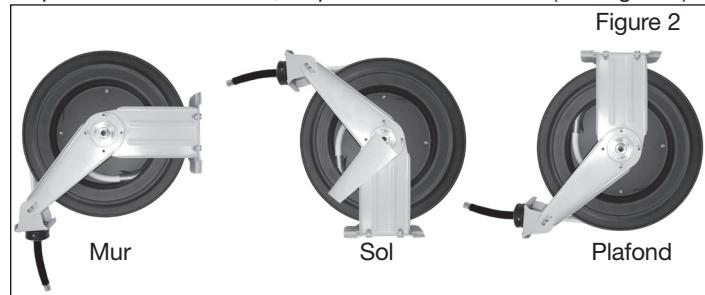

Figure 2
- Choisissez un emplacement de fixation ne présentant aucun câble électrique ou autre obstacle, et suffisamment robuste pour supporter le poids de l'enrouleur et du tuyau, ainsi que la force exercée lorsqu'il est étendu et rétracté. L'enrouleur de tuyaux peut être fixé sur le sol, au plafond ou sur un mur (voir Figure 2).